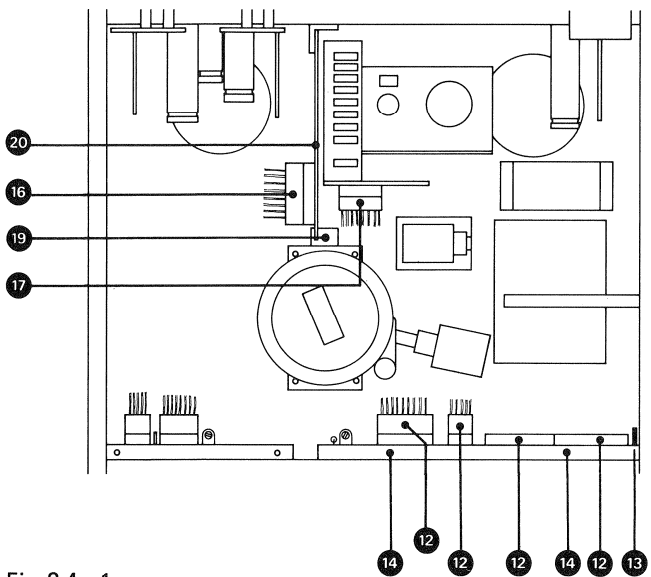
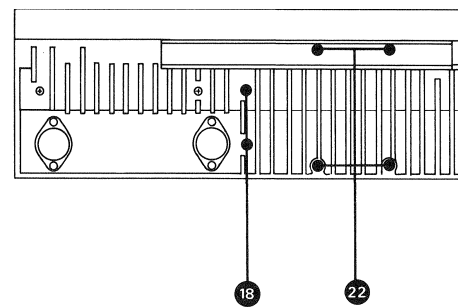

Fig. 2.4.-1
Fig. 2.5.-1
- 2 Steckverbindungen (16) (Fig. 2.4.-1) am Netzteil-print lösen.
- 1 Steckverbindung (17) lösen.
- 2 Schrauben (18) (Fig. 2.5.-1) entfernen (beim Einbau auf unterschiedliche Länge achten: lange Schraube – dicker Guss).
- 4 Netztrafoschrauben (22) (Fig. 2.5.-1) kreuzweise lösen.
- Disconnect connector (17).
- Remove the 2 screws (18) (fig. 2.5.-1). Note the different lengths when reassembling! long screw-thicker casting.
- Pull out the AMP plug (13) of the grey mains cable from the tape transport control.
- Remove diagonally the 4 screws (22) holding the mains transformer (fig. 2.5.-1).